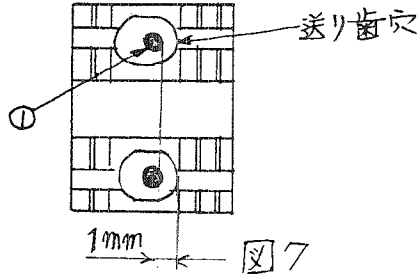

図7
<p>°PLC-1610 / 1610-7</p> <ol style="list-style-type: none"> 1. 送り調節ダイヤルを最小にします。 2. はずみ車を回し針棒③を最下点にします。 3. 揺動腕締めねじ⑤をゆるめます。 4. 送り歯の穴中心に針がくるように、揺動腕を回転させ調整後ねじを締めます。 <p>°PLC-1660 / 1660-7</p> <ol style="list-style-type: none"> 1. 送り調節ダイヤルを最小にします。 2. はずみ車を回し針棒を最下点にします。 3. 針棒抱き締めねじ④をゆるめます。 4. 送り歯の穴中心に針がくるように針棒③を回し調整後ねじ④を締めます。 5. 針が送り歯穴の中で前後にすれている時は揺動腕締めねじ⑤をゆるめ揺動腕を回転させ調整後ねじ⑤を締めます。 <p>(注意) 1. 針棒の高さを変えないでください 2. 針留②をゆるめないでください</p> <p>°PLC-1660L</p> <ol style="list-style-type: none"> 1. 送り調節ダイヤルを最小にします。 2. はずみ車を回し針棒を最下点にします。 3. 針棒抱き締めねじ④をゆるめます。 4. 送り歯の穴中心に針がくるように針棒を回し調整後ねじを締めます。 5. 針の送り歯穴の前後位置(図7)の調整は揺動腕締めねじ⑤をゆるめ揺動腕を回転させ調整後ねじを締めます。 <p>(注意) 1. 針棒高さをを変えないでください。 2. 針留をゆるめないでください。</p> <p>°PLC-1665</p> <ol style="list-style-type: none"> 1. 送り調節ダイヤルを最小にします。 2. はずみ車を回し針棒を最下点にします。 3. 締めねじ⑩⑪をゆるめます 4. 送り歯の穴中心に針がくるように針棒を回し調整後ねじを締めます。 5. 針が送り歯穴の中で前後にすれている時は揺動腕締めねじ⑤をゆるめ揺動腕を回転させ調整後ねじを締めます。 <p>(注意) 1. 針留②の回せる範囲は針棒の長さ幅とねじ⑦のすきま分です。</p>	<p>°目飛び、糸切れの原因となります</p> <p>°糸締り不良の原因となります。</p>